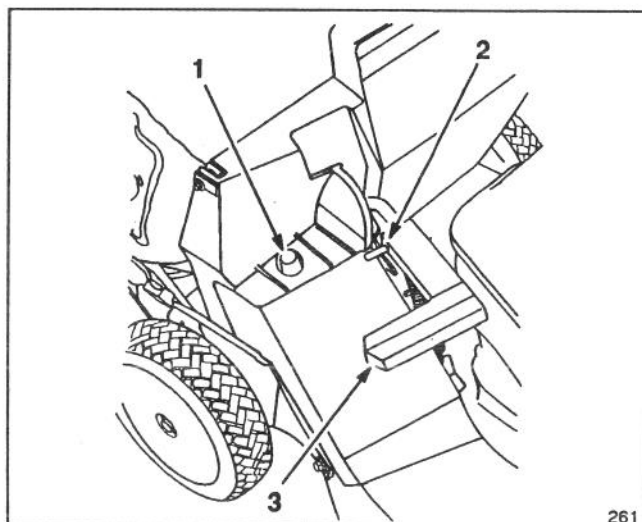

Abb. 12
2. Sicherstellen, daß der Griff der Auswurfür ganz nach vorne gezogen ist, und daß der Stift in die Klinke eingeschnappt ist (Abb. 12).
3. MONTAGE DES SACKS – Das Loch im Sackgestell über den Stift auf dem Mähergehäuse schieben (Abb. 12). Setzen Sie den hinteren Teil des Sackgestells auf den unteren Holm.
5. ENTLERUNG DES SACKS – Den Motor abstellen und warten, bis alle Teile stillstehen. Bewegen Sie den Griff der Auswurfür nach oben und schieben Sie ihn nach vorwärts, damit der Schließstift einrasten kann (Abb. 12). Nehmen Sie die Griffe vorne und hinten auf dem Sack in die Hand, und heben Sie den Sack vom Mäher. Behutsam den Sack nach vorne kippen, um das Geschnittene auszuleeren.